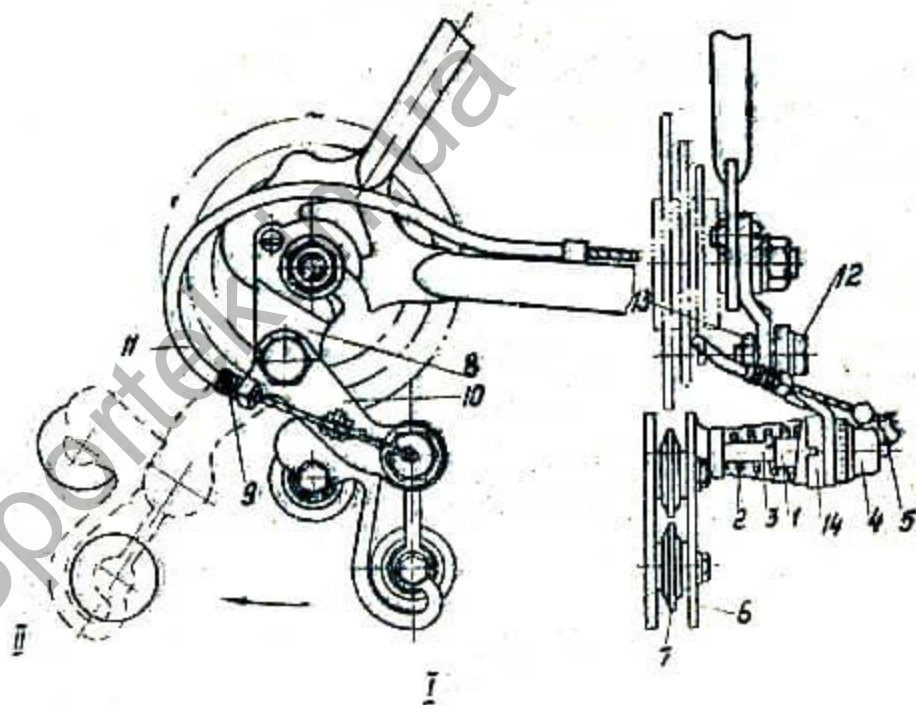

Рис. 23
9. ПЕРЕКЛЮЧАТЕЛЬ ПЕРЕДАЧ ДВУХРОЛИКОВЫЙ (рис. 23)